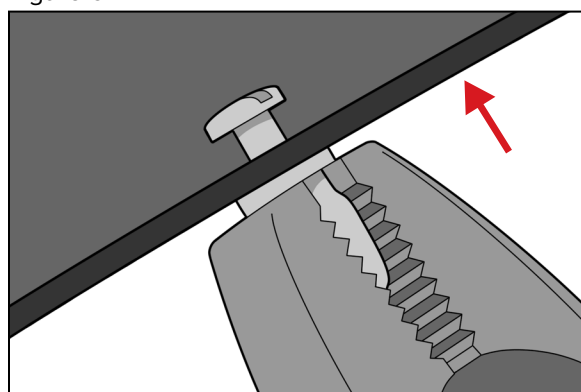

Figure 7
3. Aligner soigneusement l'ensemble avec le trou et pousser le col de la broche dans le trou. (Figure 7).